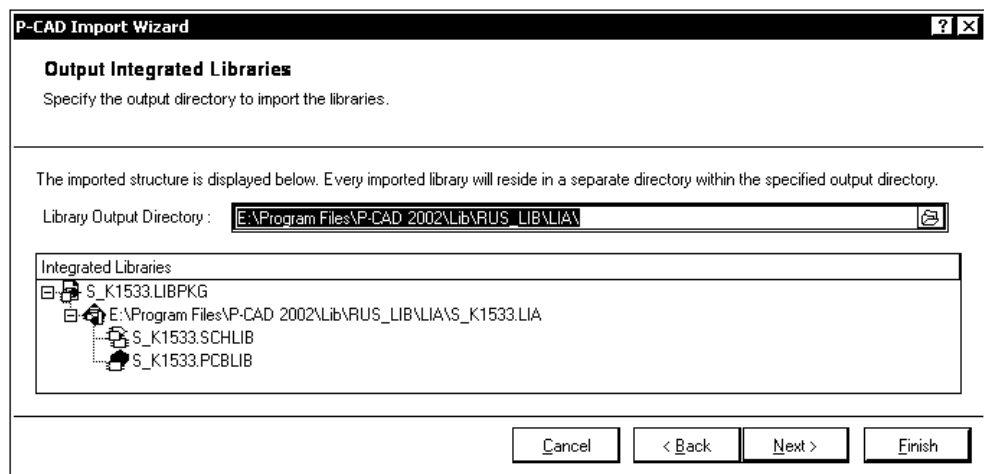

Рис. 2.22. Структура файлов конвертированной библиотеки
Необходимо выбрать формат имени ТПМ в будущей библиотеке Altium Designer и кнопкой **Next** перейти далее (рис. 2.22).
3. На следующем шаге в диалоговом окне (рис. 2.22) указан путь и представлена структура файлов конвертированной библиотеки.